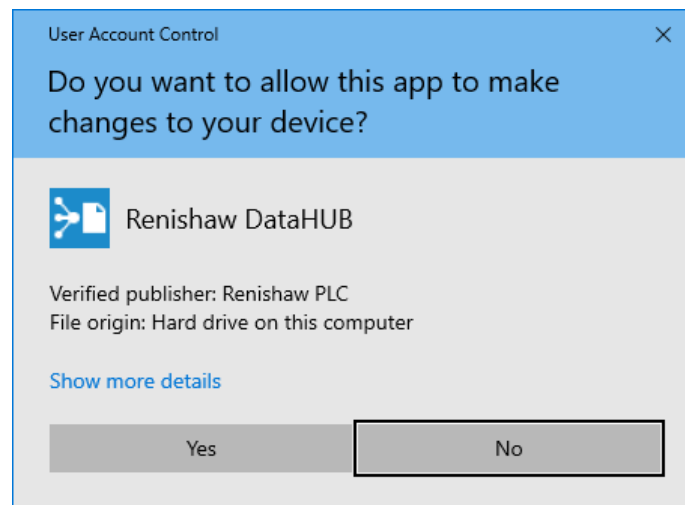

Figure 16 Sélectionnez Yes (Oui)
4. Cliquez sur **Yes** (Oui) (voir la Figure 16).